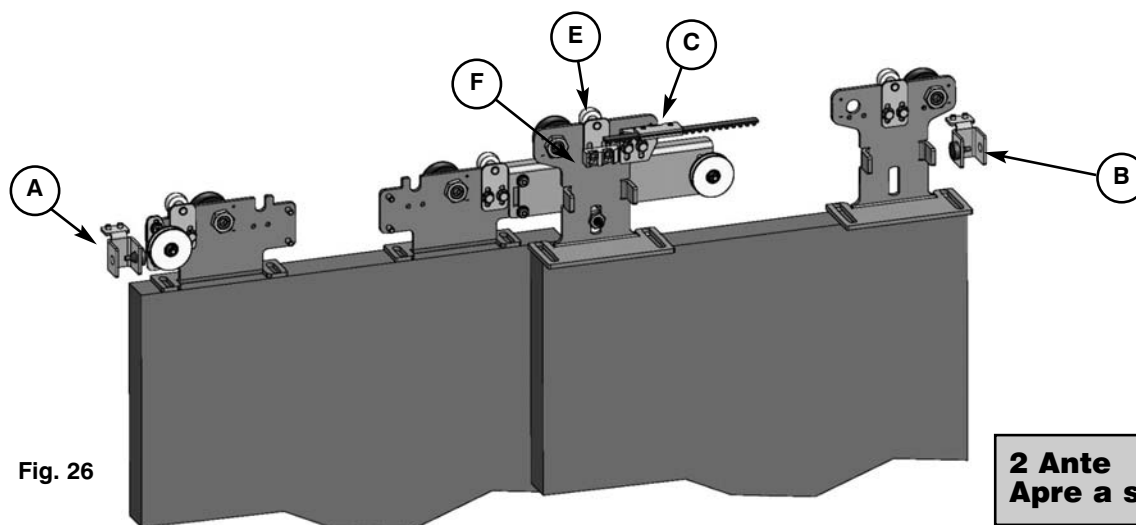

Fig. 26
- **Fig. 26 part.C** se l'automatismo è ad 2 ante con apertura verso sinistra
Automatismo 2 ante: i 2 riscontri sono posti agli estremi della zona di scorrimento a sinistra (Fig. 26, 27 part.A) e a destra (Fig. 26, 27 part.B) in prossimità delle testate della trave.